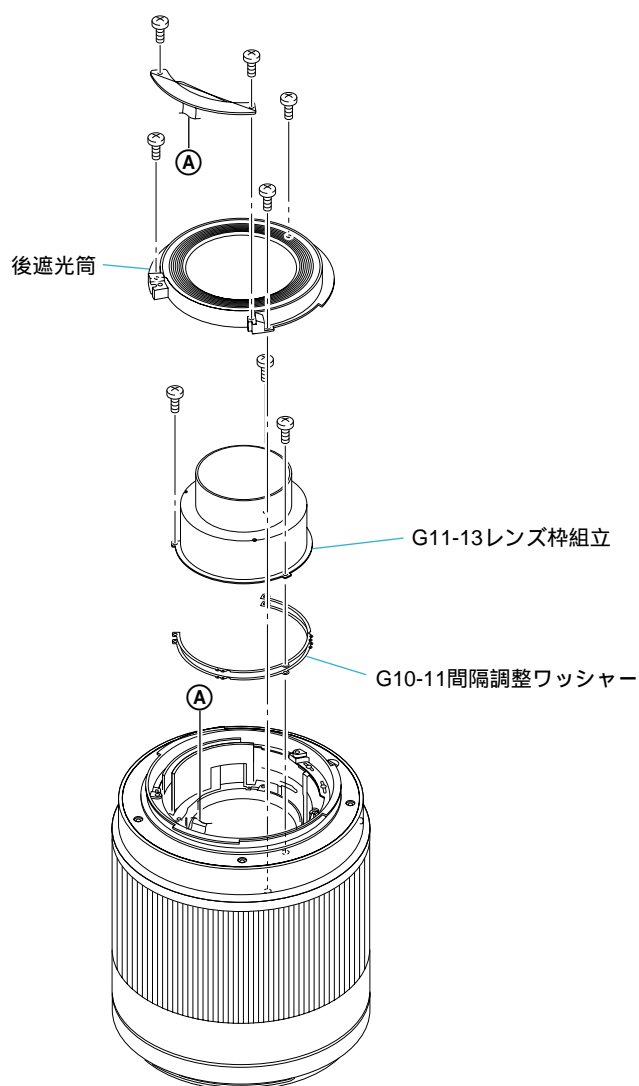

Fig.4-6-2
- 1) 「2. 確認方法」の手順3)の結果に応じて、G10-11間隔調整ワッシャーの厚みを調節する。(Table 4-6-1, Fig 4-6-2 参照)